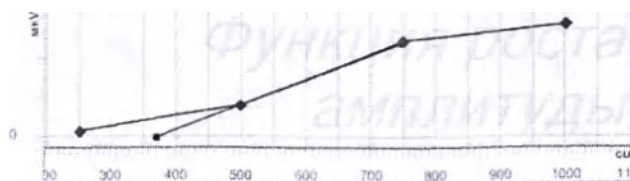

Рис. 102 Функция роста амплитуды
3. В области, показанной на рис. 102, 103 и 104, отображается графическое представление функции роста амплитуды, функции восстановления и функции распространения возбуждения. Функция роста амплитуды дает амплитуду ЕСАР в мкВ по отношению к уровням амплитуды стимуляции в СИ (см. раздел 5.14). Функция восстановления дает амплитуду ЕСАР в мкВ по отношению к интервалу между стимулирующими импульсами в мкс. Если порог АРТ экстраполирован на функцию роста амплитуды, соответствующее значение в единицах СИ отмечается на оси X. Линию интерполяции можно настраивать вручную путем перемещения маркеров. Графическое представление функции распространения возбуждения дает амплитуду ЕСАР в мкВ по отношению к позиции электродов носмера и, таким образом, позволяет оценивать взаимодействие между областями возбуждения, генерируемыми каждым электродом.